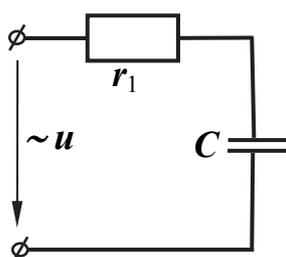

Рис. 18.2
2. Собрать схему из резистора и последовательно включенного с ним конденсатора (рис. 18.2). Снять осциллограммы напряжения на входе и тока в цепи для двух – трех значений частоты источника напряжения, изменяя ее в пределах  $0,4 \dots 1,5 \text{ кГц}$ .